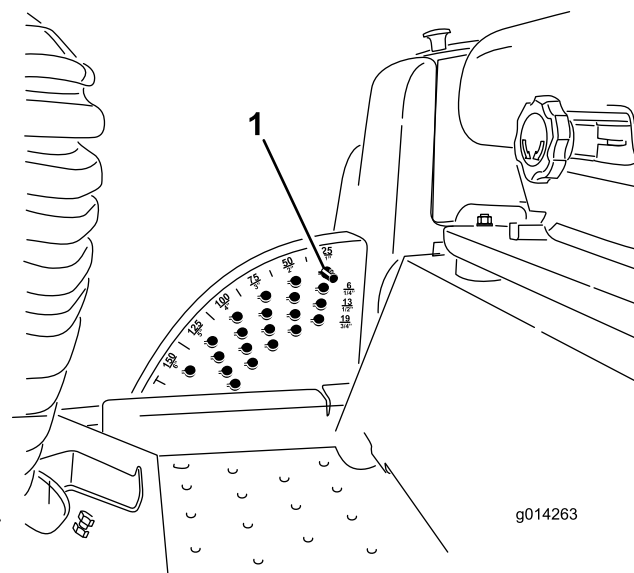

Figura 25
1. Con el motor en marcha, presione hacia atrás el interruptor de elevación de la carcasa hasta que la carcasa de corte esté elevada del todo y **suelte el interruptor inmediatamente**, según se muestra en Figura 25.
2. Gire el pasador de altura de corte hasta que el nervio quede alineado con las ranuras de los taladros del soporte de altura de corte, y retire el pasador (Figura 25).
3. Seleccione un taladro del soporte de altura de corte que corresponda a la altura de corte deseada, inserte el pasador y gírelo para bloquearlo en esa posición (Figura 25).
**Nota:** Hay cuatro filas de taladros (Figura 25). La fila superior corresponde a la altura de corte impresa encima del pasador. La segunda fila corresponde a la altura impresa más 6 mm (1/4"). La tercera fila corresponde a la altura impresa más 12 mm (1/2"). La fila inferior corresponde a la altura impresa más 18 mm (3/4"). Para la posición de 15.8 cm (6") hay un solo taladro, situado en la segunda fila. Esta posición no añade 6 mm (1/4") a la altura de 15.8 cm (6").